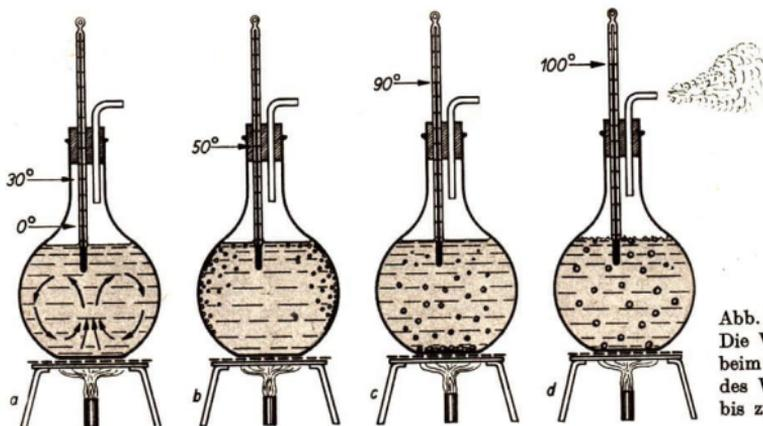

Abb. 121/1
1. Die Temperatur des Wassers steigt gleichmäßig an. Das Wasser im Kolben gerät in *strömende Bewegung* (Abb. 121/1a).